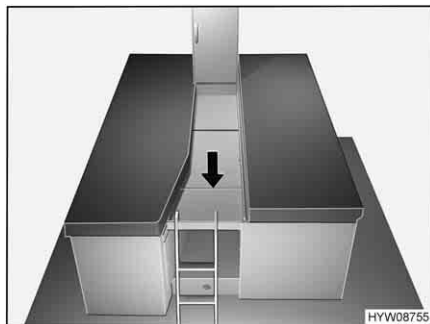

Fig. 50 Preparazione dell'allargamento letto
- Aprire l'allargamento letto e posizionarlo tra i letti singoli, come illustrato nella Fig. 50